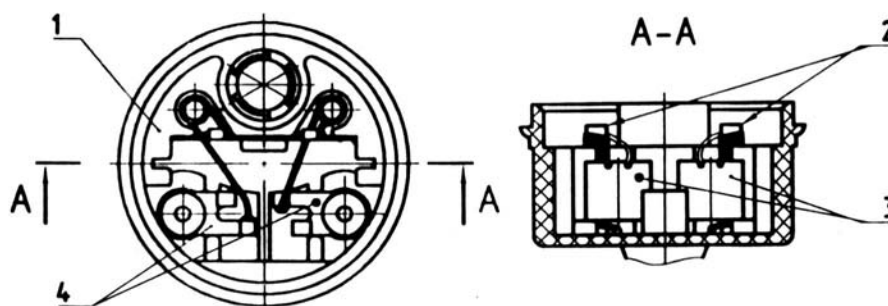

Рис. 8.2.24. Расположение контактной группы выходной крышки ЭБН: 1 – корпус выходной крышки; 2 – индукционный фильтр; 3 – щеточный контакт; контактная пластина
2. После проведения ремонта контактной цепи, детали контактной группы расположить в корпусе крышки в соответствии с рис. 8.2.24.